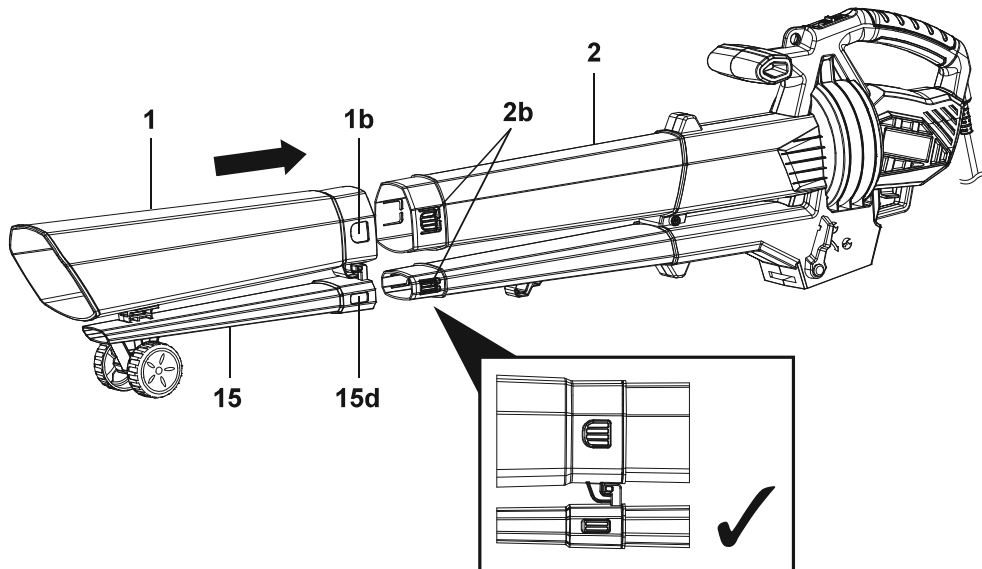

Fig. 3
4. Alinhe o conjunto do tubo inferior (1, 15) com o tubo superior (2) e insira-o completamente até ao batente (Fig. 3). Certifique-se de que os quatro trincos (2b) estão encaixados nos quatro orifícios de localização correspondentes (1b, 15d) e que os tubos (1, 2, 15) estão bloqueados na devida posição.